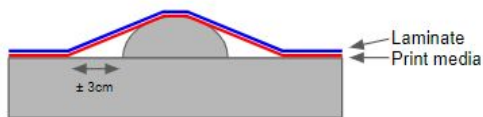

Fig.10
- 1) Coloque el film sobre la superficie completa, dejando un margen de aproximadamente 3 cm entre la superficie plana y la superficie de alrededor de los remaches. Fig.10